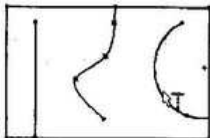

图 2-27 延伸草图实体图形
(5) 再次单击草图工具栏中的（延伸实体）工具，移动鼠标指针到草图2的任意实体线上，此时系统将会显示延伸的线段（红色）。注意：虽然是同一条线段，但是会因为指针的位置不同而显示不同的结果。当看到满意的延伸结果时，就可以单击鼠标左键确定线段的延伸，如图 2-27 所示。